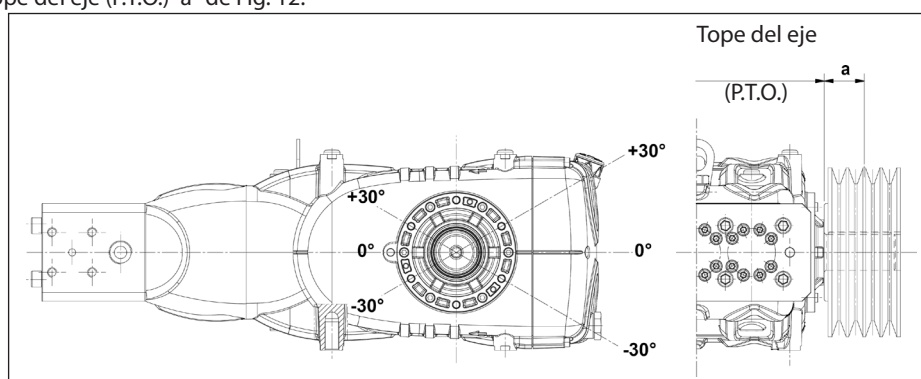

Fig. 12
La transmisión es considerada adecuada si tal carga es aplicada a una distancia máxima  $a = 40$  mm del tope del eje (P.T.O) como se indica en la Fig. 12.
- b) Utilizar correas de alto rendimiento –por ejemplo **XPB** en lugar de **SPB**– ya que resultará necesario una cantidad inferior de correas en paridad de potencia transmitida y una consecuente distancia inferior de la resultante con respecto al tope del eje (P.T.O.) “a” de Fig. 12.
- e) Seguir la dirección del tiro de la correa como se indica en la Fig. 12 para exigencias diferentes ponerse en contacto con la **Oficina Técnica** o el **Servicio de Asistencia al Cliente**.